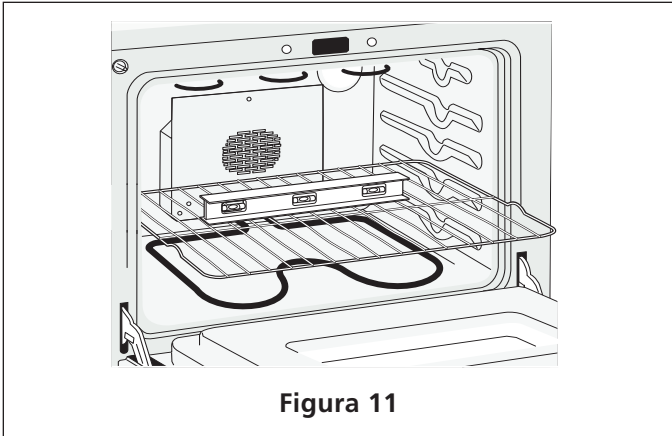

Figura 11
1. Instale una rejilla al centro del horno superior (vea la Figura 11).